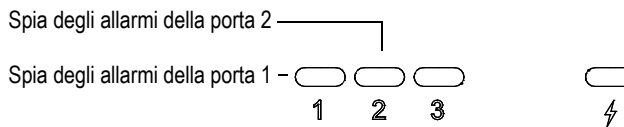

Figura 2-12 Spie degli allarmi della porta 1 e della porta 2
- Si accende una delle due spie degli allarmi situato nel pannello frontale dell'EPOCH 600 (vedi Figura 2-12 alla pagina 43).